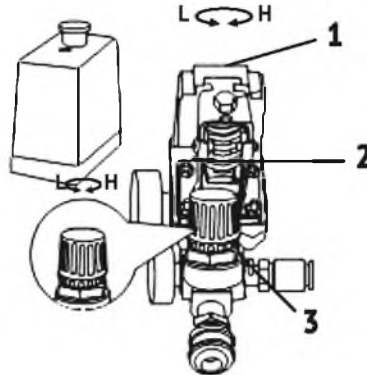

Рис. 3
- Номинальное давление установлено на заводе. Изменение этого значения должно быть проаккуратно при выключенном двигателе (Рис. 3).
- Выходное давление воздушного компрессора можно регулировать при помощи регулирующего клапана (Рис. 3).